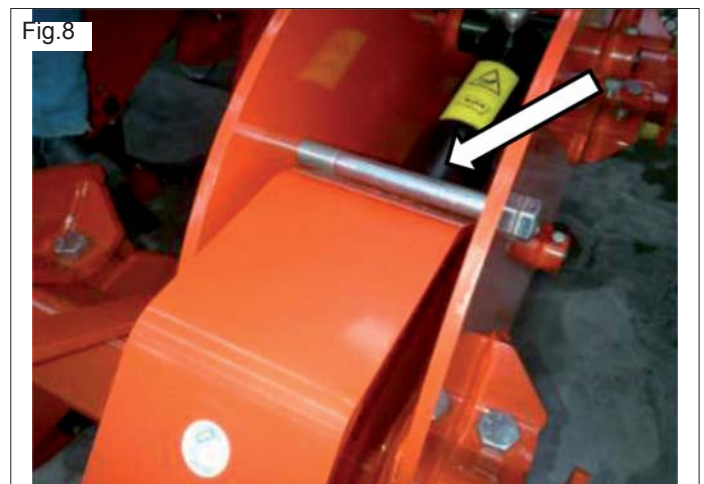

Fig.8
4. Quite los 4 tornillos de seguridad de las anclas antes de las operaciones en campo: estos tornillos de seguridad impiden el movimiento de los dientes. (Fig.8)